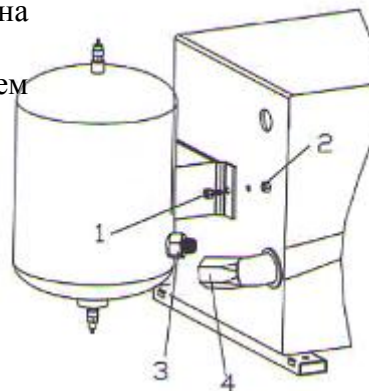

Рис.4
- 1) Открутить левый кожух, закрепить воздушный ресивер на корпусе станка болтом (1) и гайкой (2)
- 2) Закрепить металлический трубопровод (4) с соединителем (3), убедиться в отсутствие утечек, как показано на рис. 4.